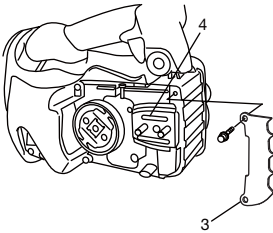

Fig. 2
* En caso de instalar el empujador dentado (3): quite primero la placa de guía A (4) e instale con dos tornillos el empujador dentado (3) (si está equipado) a la unidad y a continuación vuelva a colocar la placa de guía A (4). (Fig. 2)